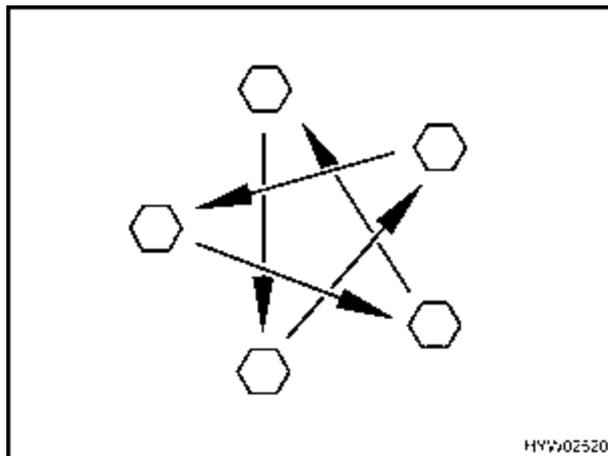

Fig. 207 Serrer en croix les écrous ou les boulons de roue
- Vérifier régulièrement le serrage des écrous ou des boulons de roues. Resserrer alternativement et en croix (Fig. 207) les écrous ou les boulons de roue 50 km après le changement d'une roue.
- ▷ Serrer en croix les écrous ou les boulons de roue (Fig. 207).